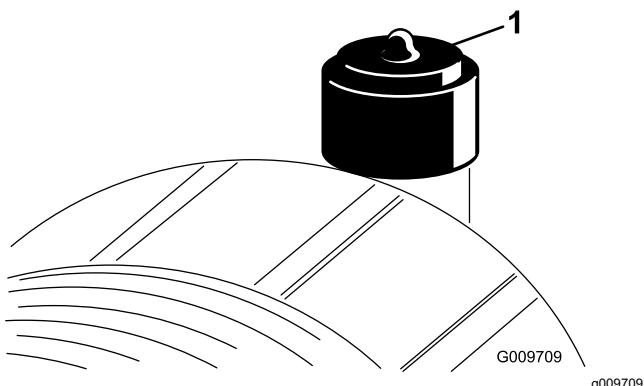

図 68
エアクリーナのフィルタの整備は、インジケータが赤色になってから行ってください図 68。早めに整備を行っても意味がありません。むしろフィルタを外したときにエンジン内部に異物を入れてしまう危険が大きくなります。
2. インジケーター図 68 が赤になっている場合はリセットする。